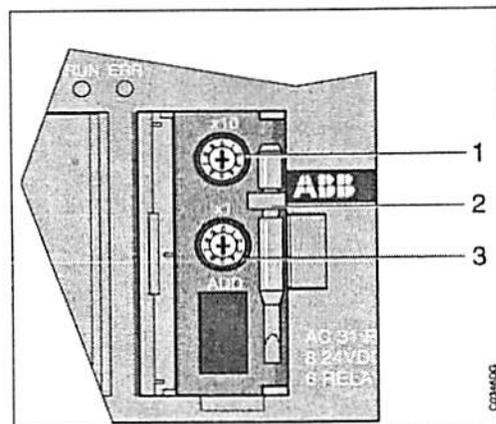

Abbildung 2-4: Vergrößerung von Position 9 ohne Abdeckung
**Vergrößerung von Position 9 ohne Abdeckung (siehe Abbildung 2-4 auf der vorhergehenden Seite):**